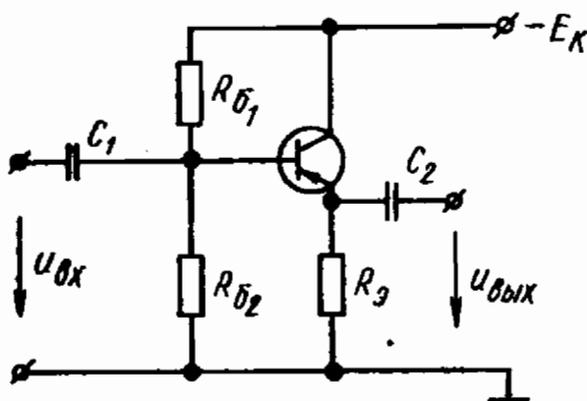

Рис. 13.22
13.22. Определить коэффициент передачи по напряжению K_U , коэффициент усиления по току K_I , входное и выходное сопротивления $R_{\text{вх}}$ и $R_{\text{вых}}$ усилительного каскада с общим коллектором (рис. 13.22) на транзисторе ГТ322А, у которого $h_{11} = 320 \text{ Ом}$, $h_{21} = 56$, $h_{22} = 62,5 \cdot 10^{-6} \text{ См}$, если сопротивление резистора $R_s = 1 \text{ кОм}$.